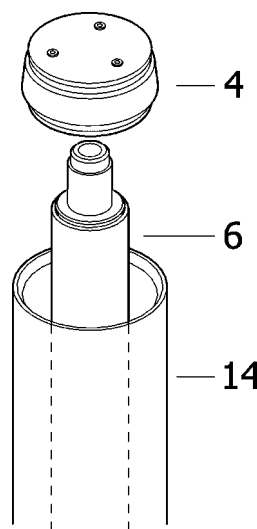

Fig. 7
4. Push the piston assembly carefully upwards with a bar made out of a soft material (i.e. wood) until the piston (4) passes the pump tube (14). Pull the piston assembly until it is completely outside the pump tube (14). Using a steel bar in the hole in the piston rod (6) to lock it, unscrew the air piston (4) (fig. 7).
4. Empujar el conjunto pistón con una barra de material blando (p.e. madera) hacia la parte superior de la bomba hasta que el pistón (4) sobresalga del tubo (14). Tirar el conjunto pistón hasta extraerlo por completo del tubo (14), y con una varilla acerada introducida por los agujeros transversales del vástago (6), desenroscar el pistón de aire (4) (Fig. 7).
4. Pousser l'ensemble du piston à l'aide d'une baguette de matière souple (en bois p.e) vers la partie supérieure de la pompe jusqu'à ce que le piston (4) apparaisse au niveau du tube (14). Tirer cet ensemble jusqu'à le sortir complètement du tube (14). Desserrer le piston d'air (4) à l'aide d'une baguette en acier introduite par les orifices transversaux de la tige (6)– (Fig.7).